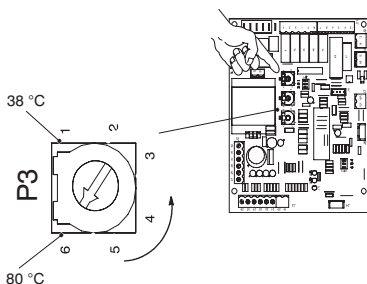

Figura 5.16 Regolazione temperatura Zona Alta
- 4 Nel caso di Zona in Alta temperatura (AT) comandata da termostato ambiente è possibile regolare la temperatura di mandata mediante il trimmer P3 (da 30° a 80°) lin **Figura 5.16**